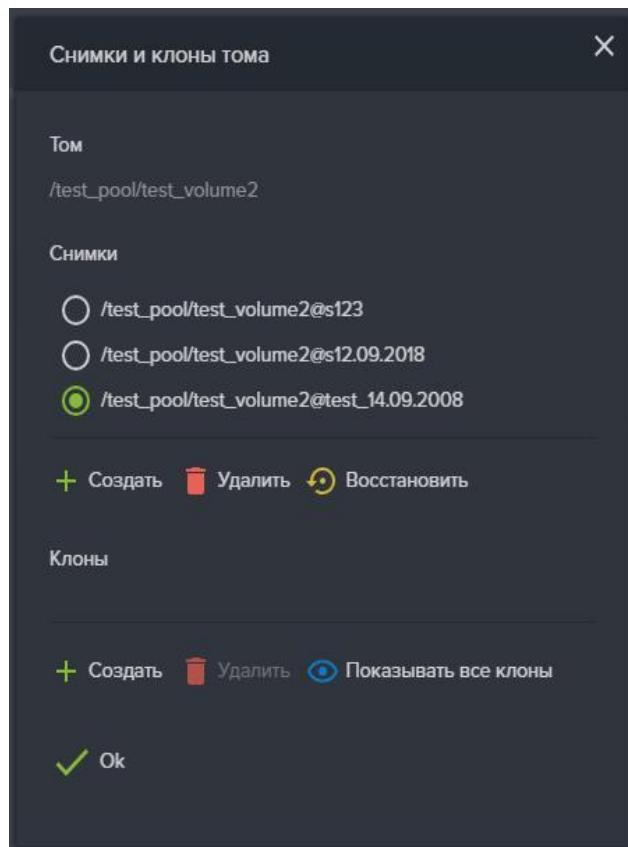

Рисунок 124. Окно Снимки и клоны тома.
11. Нажмите в разделе «**Клоны**» на кнопку «**Создать**» (см. Рисунок 124);